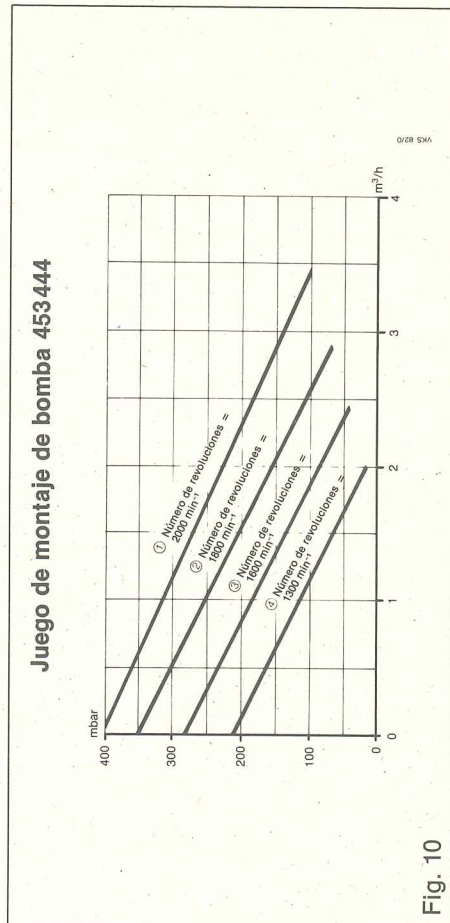

Fig. 10
Realizar el dimensionamiento de la bomba en los tipos de caldera VK 11/1 E — VK 48/1 E según la tabla 2 y el diagrama de la fig. 10. Para la instalación del juego de montaje de bomba véase el párrafo 4.4, página 11.
Las calderas de calefacción de gas VK 11/1 E — VK 48/1 E se pueden equipar posteriormente con una bomba de calefacción con regulación de revoluciones (conmutable). El número de revoluciones que corresponde a las posiciones ①, ②, ③, ④ del conmutador está representado en el diagram de la fig. 10.